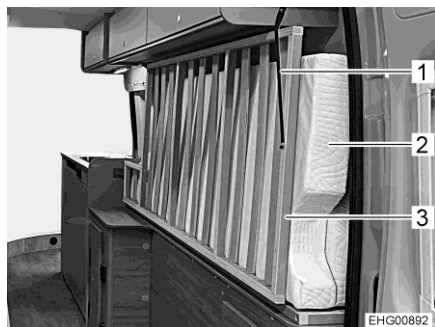

Fig. 54 Cama derecha en posición de transporte
- Plegar longitudinalmente el colchón (Fig. 54,2) de la cama derecha (visto en la dirección de marcha) y empujarlo completamente hacia fuera de pie sobre su borde (véase Fig. 54).
- Plegar el somier (Fig. 54,3) de la cama derecha hacia arriba.
- Retener el extremo trasero del somier con la cinta de sujeción (Fig. 54,1).